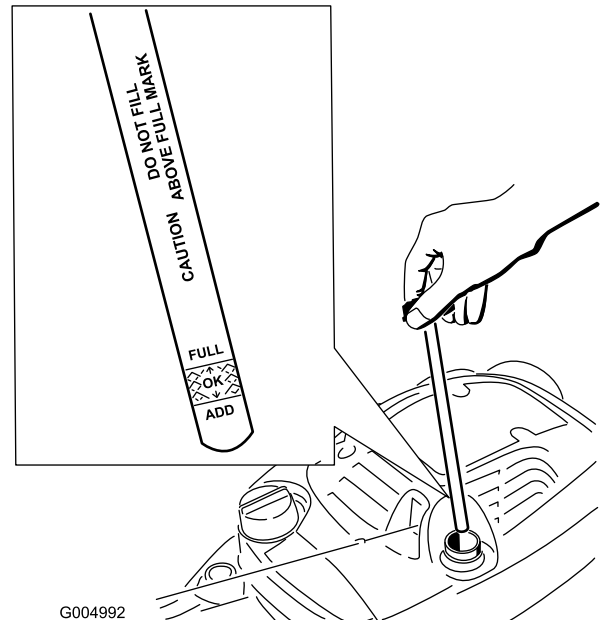

Figure 9
1. Retirez la jauge, essuyez-la sur un chiffon et remettez-la dans le goulot de remplissage (Figure 9).
2. Sortez de nouveau la jauge et contrôlez le niveau d'huile (Figure 9). Si le niveau n'atteint pas le repère minimum (**Add**) de la jauge, versez **lentement** suffisamment d'huile dans le goulot de remplissage pour faire monter le niveau au repère maximum (**Full**). **Ne remplissez pas excessivement.** (Remplissage max. : 0,6 l (20 onces), type : huile détergente SAE 30W de classe de service API SF, SG, SH, SJ, SL ou supérieure.)